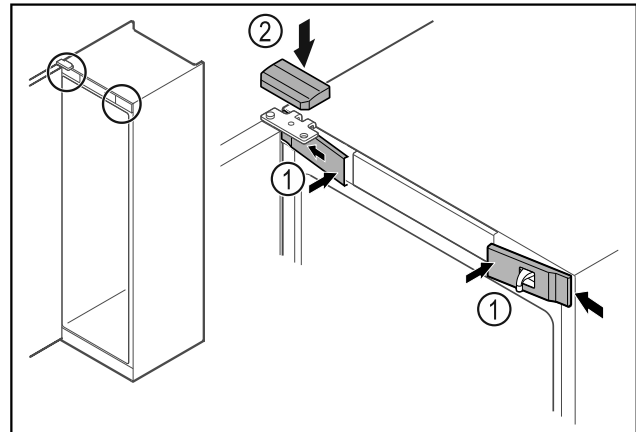

Fig. 46
- ▶ Akassza be oldalt az előlő burkolatokat Fig. 46 (1), majd pattintsa be.
- ▶ Felülről pattintsa be a felső burkolatot Fig. 46 (2).